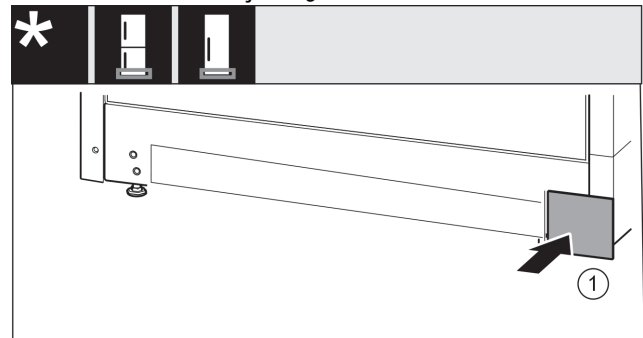

Fig. 16
- Afdekking aan de andere kant weer plaatsen. Fig. 16 (1)